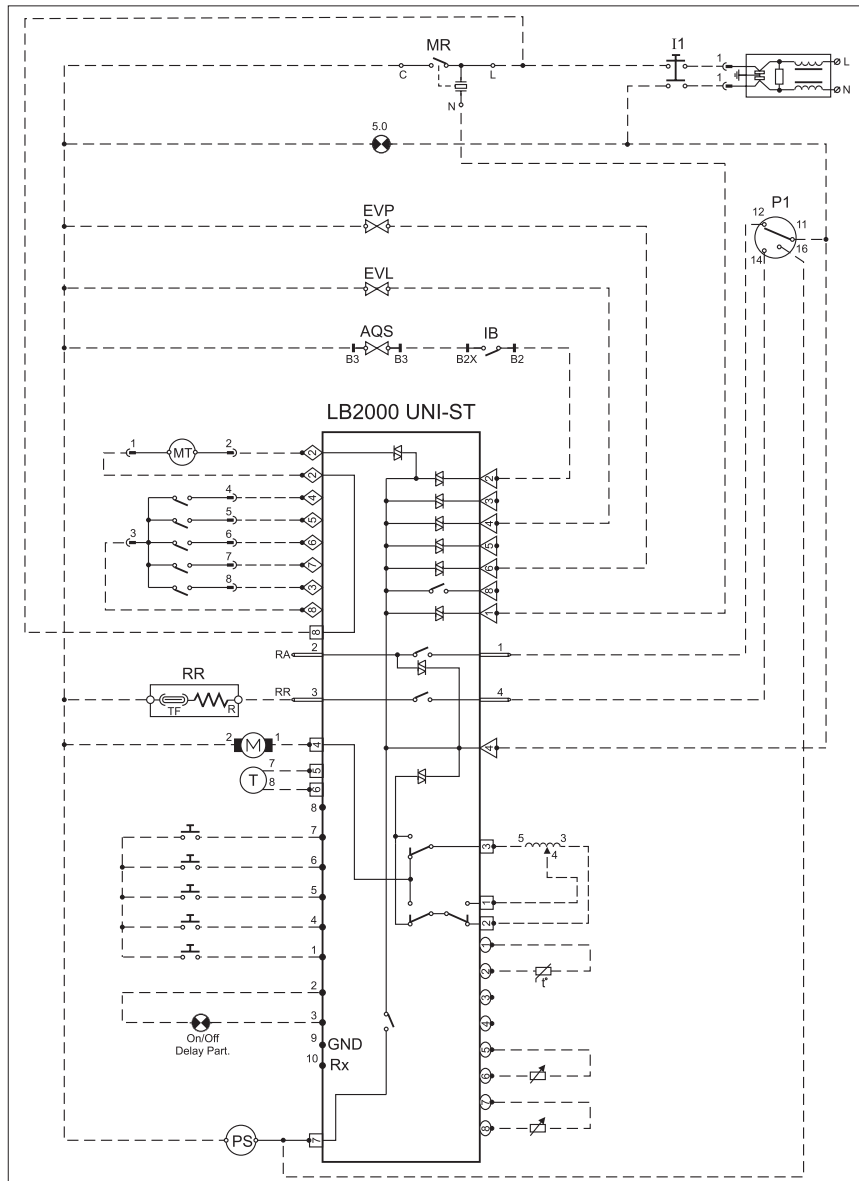

Рис. 3. Принципиальная электрическая схема СМ «Ariston AL68XIT»
На рис. 3 приведена принципиальная электрическая схема СМ «Ariston AL68XIT» на основе ЭК LB2000.
- реле реверса и коммутации обмоток статора приводного мотора RL2-RL4, управляются с выв. 44, 46, 47 процессора через ключи в составе сборки ULN2003. Коммутация обмоток статора необходима для подключения дополнительной обмотки при переходе от стандартного режима стирки к режиму отжима (и наоборот). На рис. 3 показан вариант исполнения СМ с двухобмоточным статором приводного мотора;
- с датчика контроля включения ТЭНа – этот сигнал поступает на выв. 39 процессора (см. рис. 3);